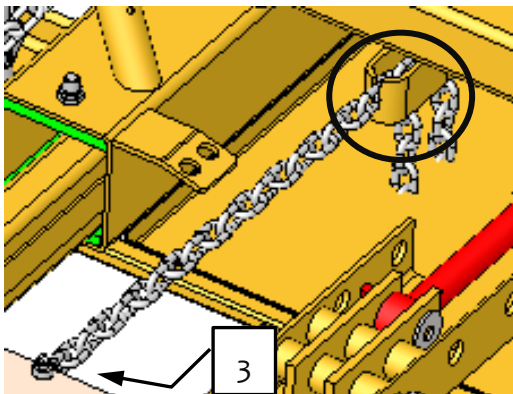

Bild 2
Beide Begrenzungsketten (3) aushängen → Bild 2